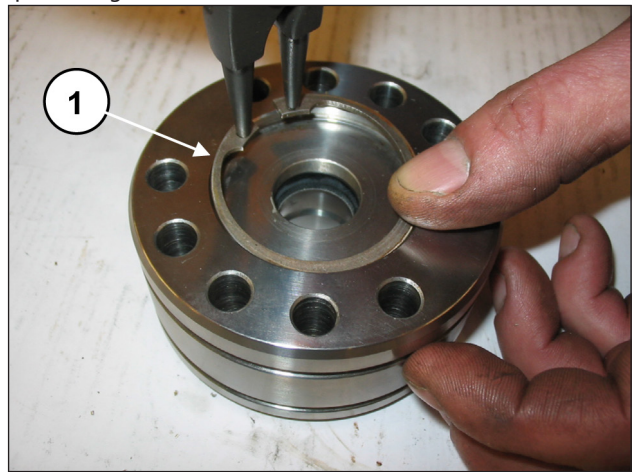
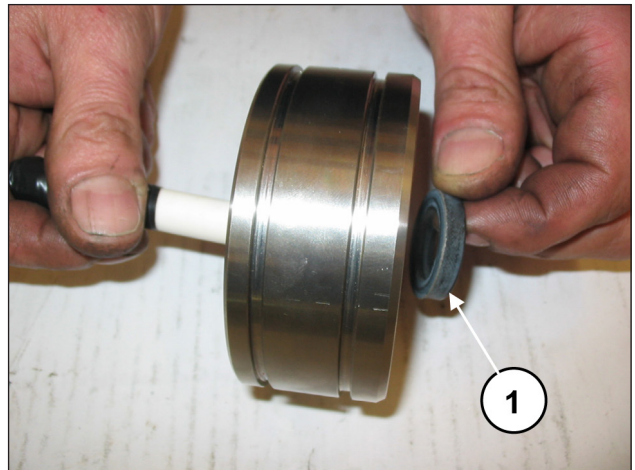

Fig. 126
Fig. 127
Remova o anel elástico e o anel de retenção da vedação (pos. ①, Fig. 126) e com um pino especial, em material plástico, extraia a guarnição da vedação LP (baixa pressão) (pos. ①, Fig. 127).